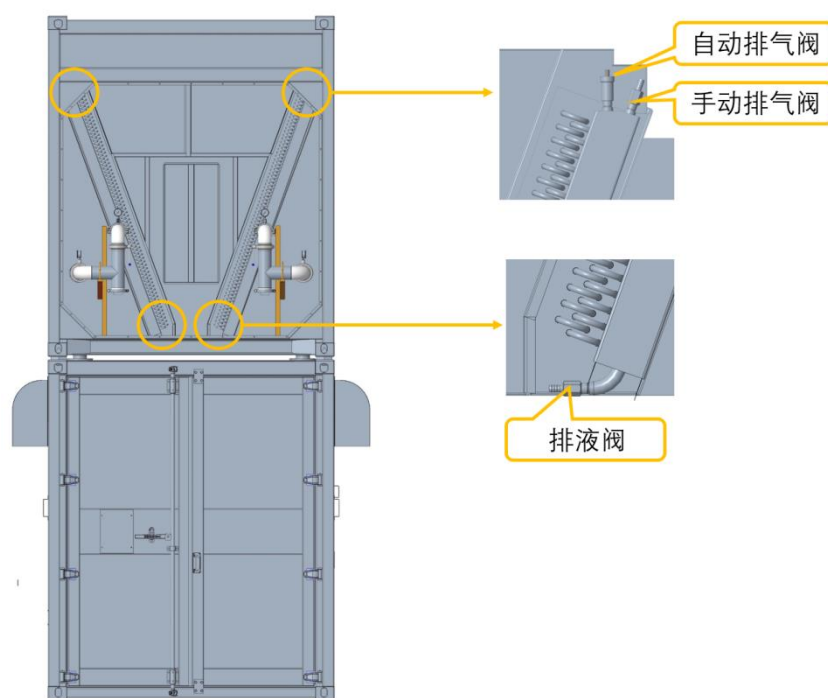

图 9.4 干冷塔放液球阀位置
- d) 干冷塔排污时，可将软管连接至排污口，打开排污球阀（图 9.4），即可对干冷塔排污。干冷塔共有 4 个排污阀。